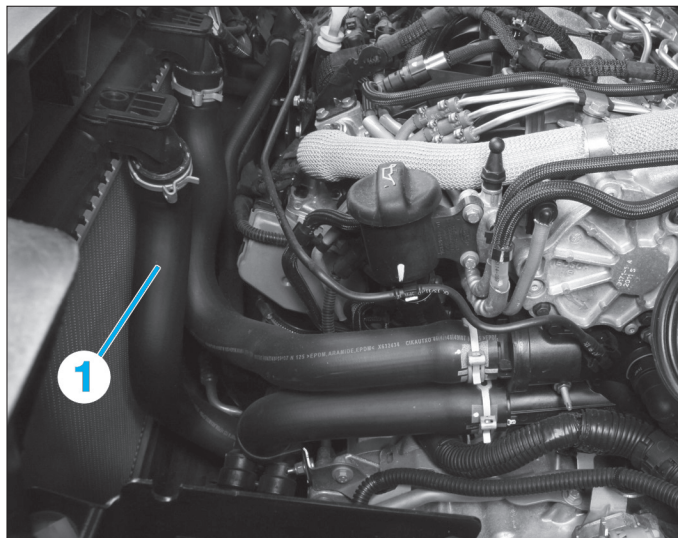

Fig. 16
- Désaccoupler la durit (1) du radiateur de refroidissement (Fig.16).
- Reposer la durit (1).